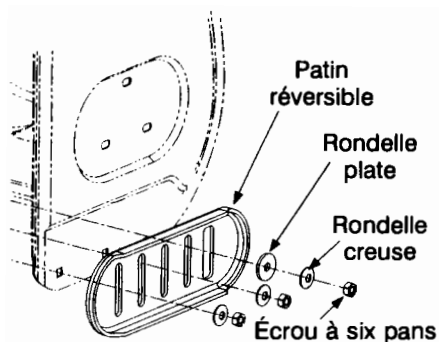

FIGURE 20 - PATIN RÉVERSIBLE
- On peut ajuster l'espace entre la lame plate et le sol. Pour débayer complètement la neige, placez les patins à la position basse. Utilisez les positions intermédiaire ou haute lorsque la surface à débayer est irrégulière. Voir la Figure 20.